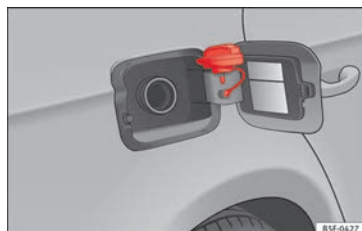

Fig. 42
- Placez le bouchon dans le logement se trouvant sur la charnière de la trappe à carburant ouverte » **fig. 42.**